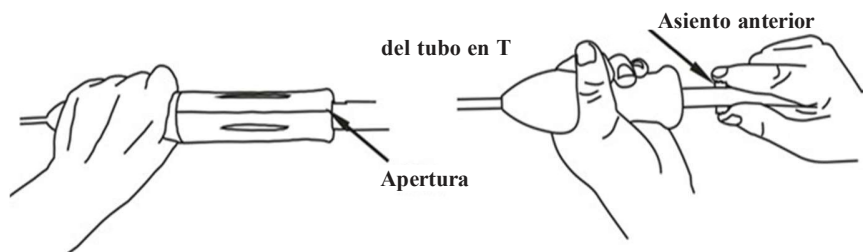

Fig.12 Desmontaje del mango
**Desprendimiento del mango:** Si el fallo del catéter exterior del sistema de colocación provoca que la endoprótesis cubierta no se despliegue o se despliegue parcialmente, la endoprótesis cubierta puede desplegarse con éxito tras el desprendimiento del mango azul. Véase la siguiente instrucción (Fig. 12)